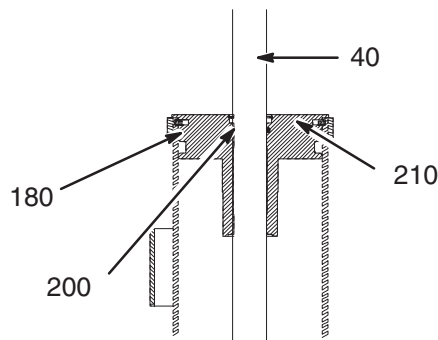

Fig. 23
13. Eseguire la manutenzione della camicia guida (Fig. 23):
- Rimuovere i 2 vecchi anelli di tenuta ((180) e (200) nella Fig. 23) dall'interno e dall'esterno della camicia guida. Sostituire gli anelli di tenuta circolari con altri nuovi.
- Fare scorrere di nuovo la camicia guida nell'asta di sollevamento, posizionando la camicia guida in modo che l'area liberata dall'anello di ritenzione a spirale (14) sia rivolta verso la parte centrale del ram. Quindi spingere la camicia guida a fondo nel cilindro.